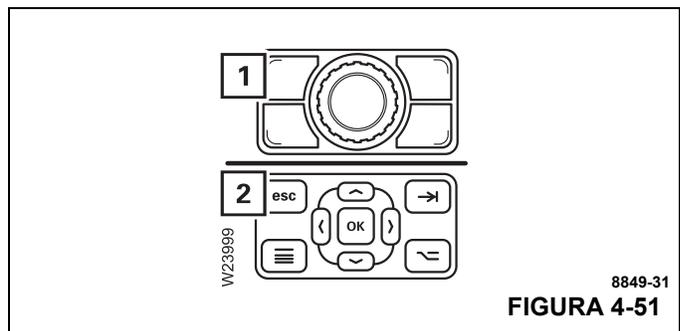

FIGURA 4-51
Se puede cancelar la introducción en cualquier momento. Pulse el botón (1, Figura 4-51) o (2).